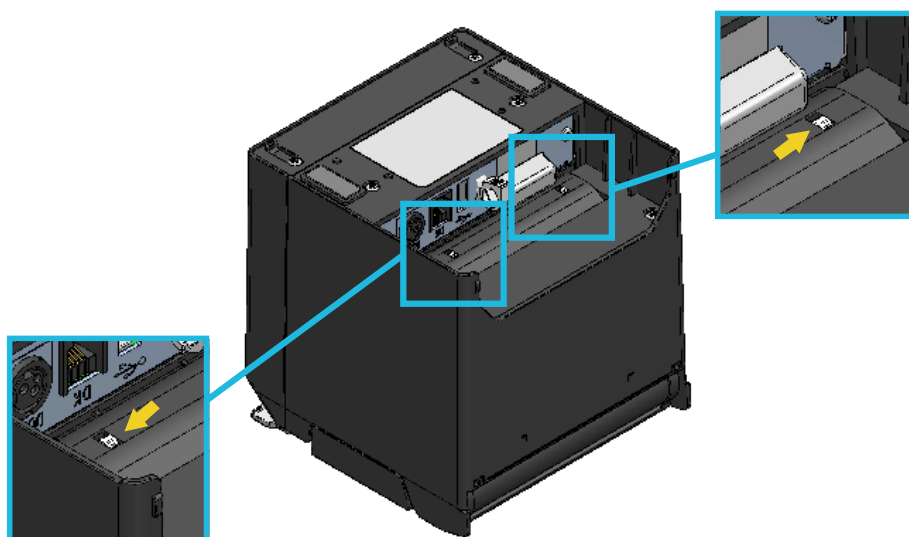

Рисунок 14-4 Проверка установки разделительной планки
- (6) Переверните принтер и убедитесь в том, что выступы левой и правой разделительных планок правильно вставлены в отверстия отсека для бумаги (показаны стрелкой (см. Рисунок 14-4)).